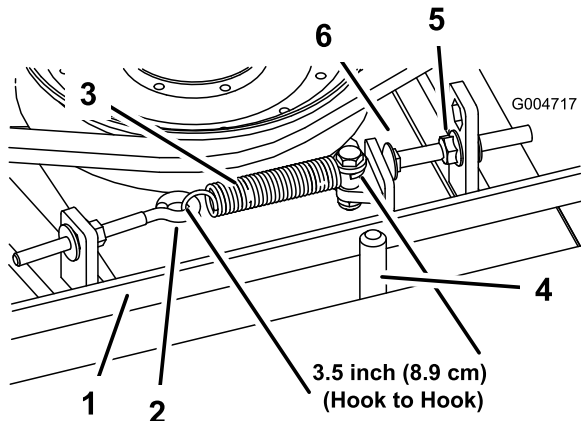

Bild 96
Bei richtiger Spannung sollte die Messung innen an der Verlängerungsfeder (Haken zu Haken) ungefähr $8,9 \text{ cm} \pm 0,63 \text{ cm}$ betragen. Wenn die Federspannung richtig ist, stellen Sie die Anschlagsschraube (Schlossschraube) ein, bis der Abstand zwischen dem Schraubenkopf und dem Spannarm ungefähr $0,32 \text{ cm} \pm 0,152/0,000 \text{ cm}$ beträgt (Bild 96).
Hinweis: Achten Sie darauf, dass der Riemen auf der Federseite der Riemenführung positioniert ist (Bild 96).
2. Lösen Sie den Augenbolzen, um die Verlängerungsfeder abzunehmen (Bild 96).
3. Lösen Sie die Bundmutter, mit der die Anschlagsschraube an der Befestigungslasche befestigt ist. Schieben Sie die Mutter so weit zurück, dass der Spannarm an der Anschlagsschraube vorbeigeführt werden kann (Bild 96). Bewegen Sie die Spannscheibe vom Riemen weg, um diesen zu entspannen.
8. Setzen Sie die Verlängerungsfeder (Bild 96) wieder in den Augenbolzen ein und spannen Sie den Riemen wie folgt: